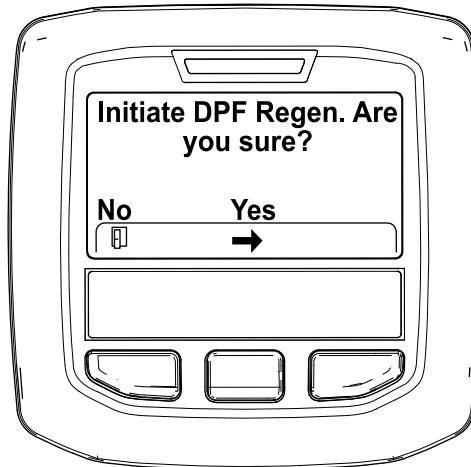

Figura 44
- Cuando aparezca el mensaje "Initiate DPF Regen. Are you sure?" (¿Desea iniciar el proceso de restauración del FPD?), presione el botón central (Figura 44).